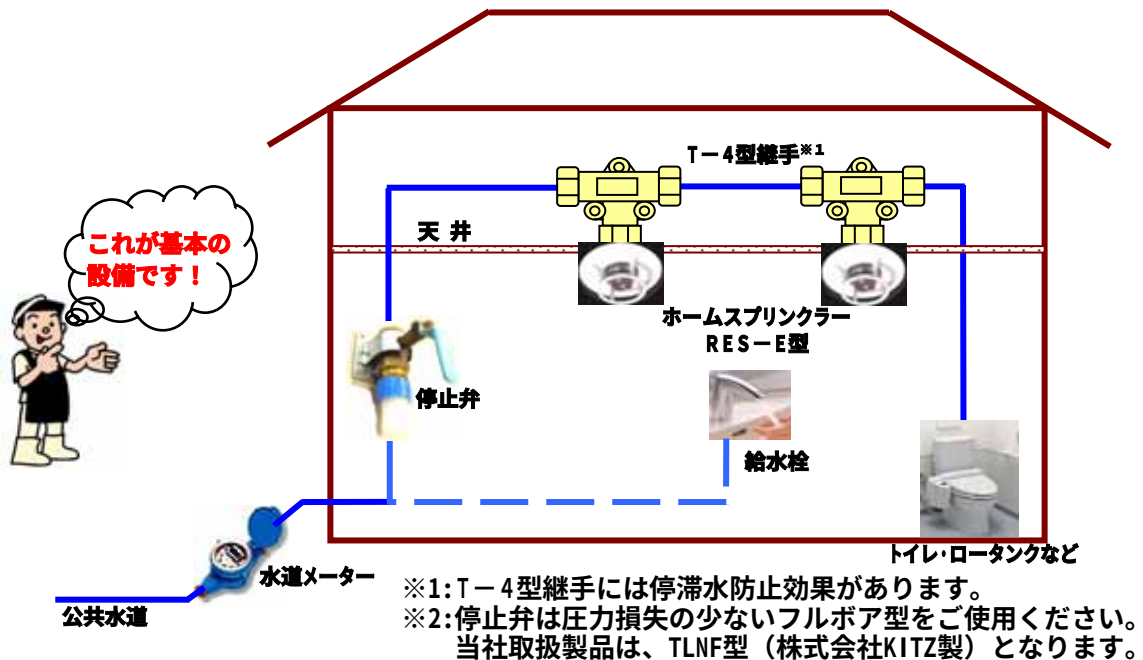

図2. 基本的な配管系統図
- ⚠ 停止弁（5ページの図2中の※2を参照してください）は常時開にしてください。停止弁を閉めると、万一火災の場合水が流れず、効果を発揮することは出来ません。